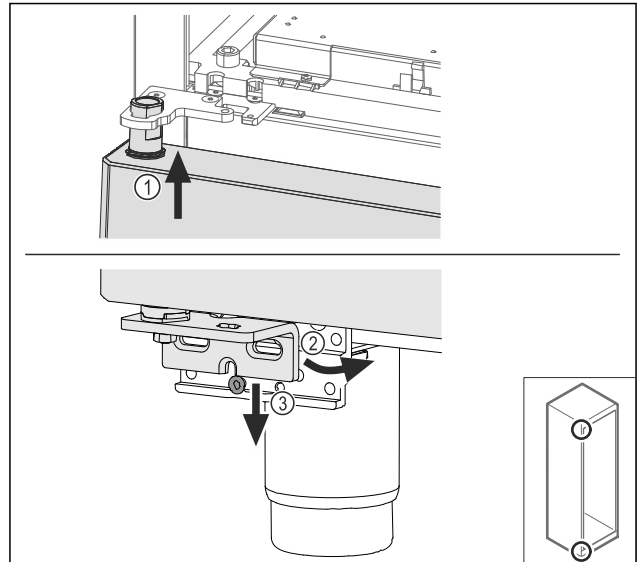

Fig. 68
- ▶ Luta dörren något och lirka in den upptill Fig. 68 (1), rätta upp dörren Fig. 68 (2) och sätt den på lagerbockskraven Fig. 68 (3) nedtill.